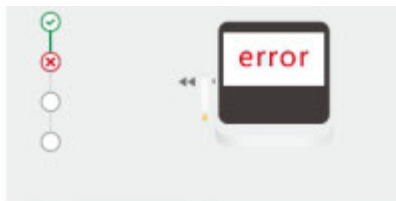

Рис. 32 Ошибка функционирования
- При отображении на ЖК-экране "ERROR" (Рис. 32) проверяемый компонент функционирует неправильно.